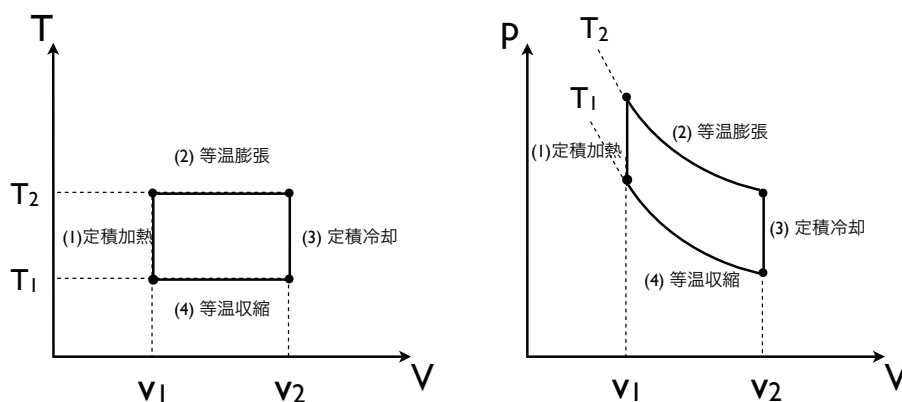

図 2: ビー玉を用いた熱機関の模型の準静的サイクル(スターリングサイクル)
3. この熱機関の加熱過程(1), 冷却過程(3)においては, 作業物質の体積が変化していないとみなして, 準静的定積過程とする。膨張過程(2), 収縮過程(4)においては, 作業物質の温度は変化していないとみなして, 準静的等温過程とする。これらの簡単化によって得られる準静的なサイクルを  $VT$  平面,  $Vp$  平面上に表すと, 図2のようになる。